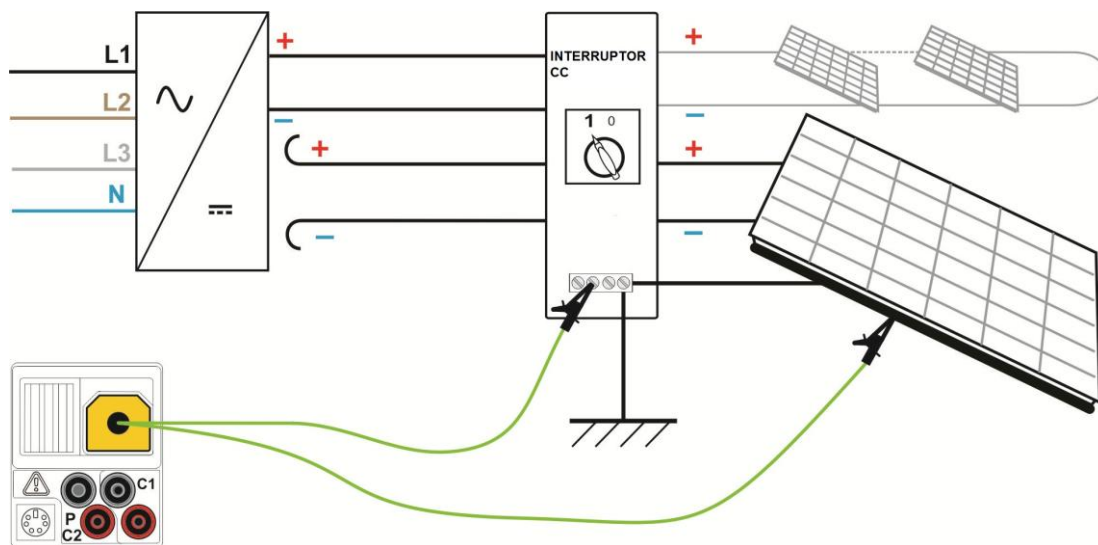

Figura 5.6: Conexión para la prueba RBAJO Ω
- ❑ **Conecte** los cables de prueba al cableado PE correspondiente (vea la Figura 5.6).